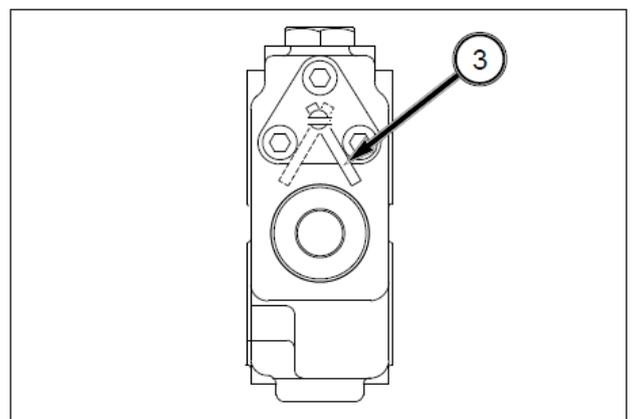

FIG. 139
FIG. 139: El selector de función (3) se debe girar hacia la izquierda. El selector de función se sitúa en la parte trasera derecha del tractor, detrás de los distribuidores cilíndricos.